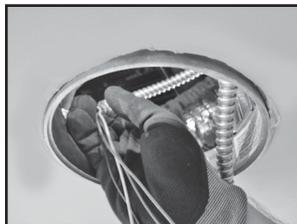

Figura 23.
- Pase los cables de alimentación desde la unidad del controlador adaptador a través del expulsor que se extrajo en la caja de derivación e inserte el conector de colocación a presión en la caja de derivación (Figura 23).